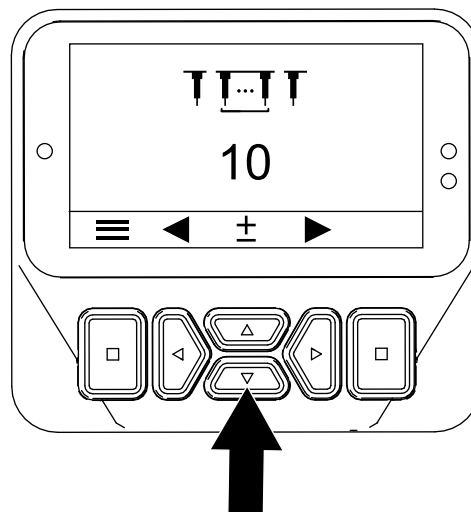

Bild 58
3. Drücken Sie die Taste „nach rechts“, bis der Bildschirm zum „Einstellen der Anzahl der Tines“ angezeigt wird (Bild 58).
4. Stellen Sie die Anzahl der Tines mit den Tasten „nach oben“ und „nach unten“ (Bild 58) wie folgt ein: